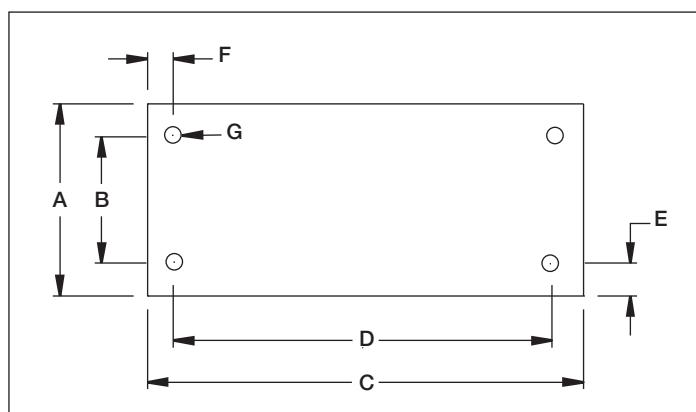

Figuur 2, ZG Ontluchtingssinstallatie
4.1 Ontluchtingsdop reservoir (zie figuur 2)
Controleer het oliepeil vóór het opstarten van de pomp en vul zonodig olie bij door de vulpoortdop te verwijderen. Zorg er te allen tijde voor dat de cilinders volledig ingetrokken zijn voordat vloeistof aan het reservoir wordt toegevoegd. Zie figuur 2.